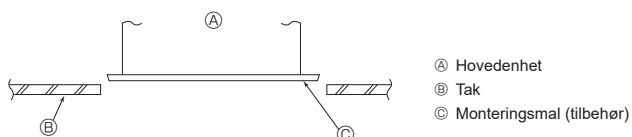

Fig. 4-7
4.6. Bekrefte posisjonen til hovedenheten, og trekk til opphengsboltene (Fig. 4-7)